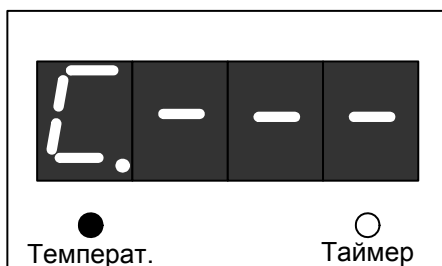

Рисунок 19.
6.4.4. По окончании выдержки таймера терморегулятор перейдет в режим «Стоп», на вспомогательном индикаторе отобразится символ «С.», основной индикатор перейдет в режим отображения состояния таймера, на нем отобразится сообщение об окончании работы (рис. 19).